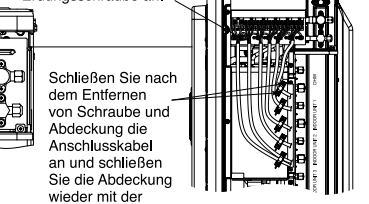

Abb. 1-3-2
- Schließen Sie das Verbindungskabel und das Netzkabel an die Klemmenleiste an (Abb. 1-3-2).
- Befestigen Sie die Verbindungskabel und das Netzkabel richtig mit einem Stahlband (Abb. 1-3-2).
- Um zu vermeiden, dass das Kabel verkratzt oder von der Seitenabdeckung eingeklemmt wird, ist dieses wie in Abb. 1-3-2 dargestellt mit Band zu fixieren.